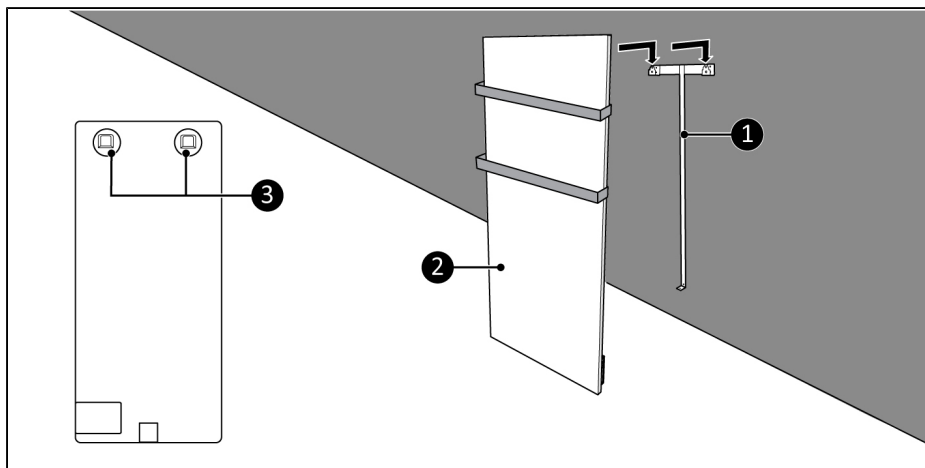

Abbildung 9.
11. Platzieren Sie die Gerätehalterungen (Abbildung 9, Pos. 3) über der Wandhalterung (Abbildung 9, Pos. 1).
12. Schieben Sie das Gerät (Abbildung 9, Pos. 2) in die Öffnungen der Wandhalterung.